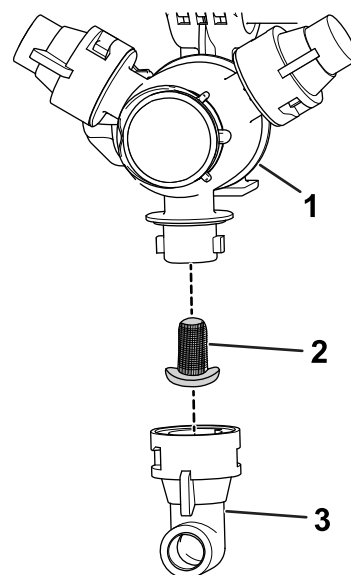

Bild 24
- Nehmen Sie die Düse vom Sprühdrehkreuz ab (Bild 24).
- Entfernen Sie den Düsenfilter (Bild 24).
- Setzen Sie den Düsenfilter ein (Bild 24).
- Setzen Sie die Düse auf das Sprühdrehkreuz auf (Bild 24).